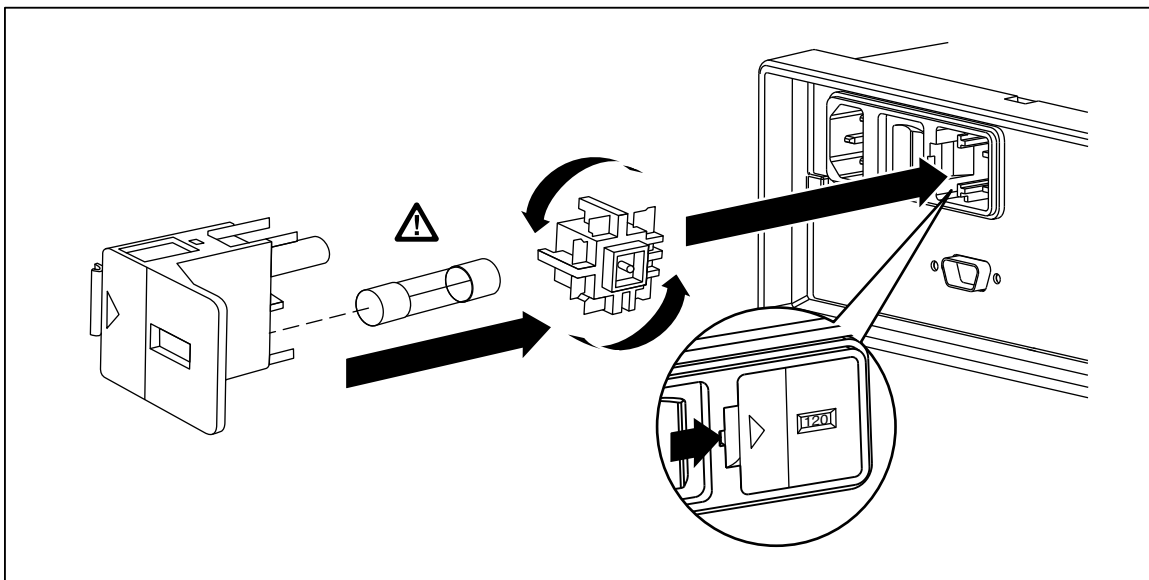

图 2-1。更换电源保险丝
- 2. 从保险丝支架左边的窄缝中插入小螺丝刀，向右撬动，直到弹出支架，如图 2-1 所示。请见图2-1。